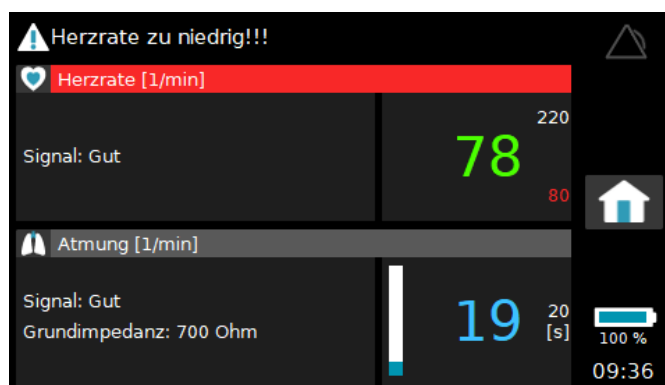

Fig. 25 Informationen auf dem Bildschirm während eines Patientenalarms
- mehrere visuelle Informationen auf dem Bildschirm, wie in Fig. 25 gezeigt: